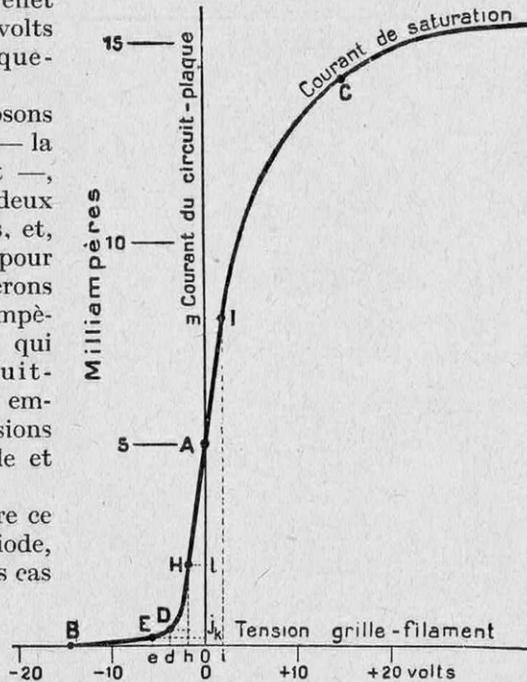
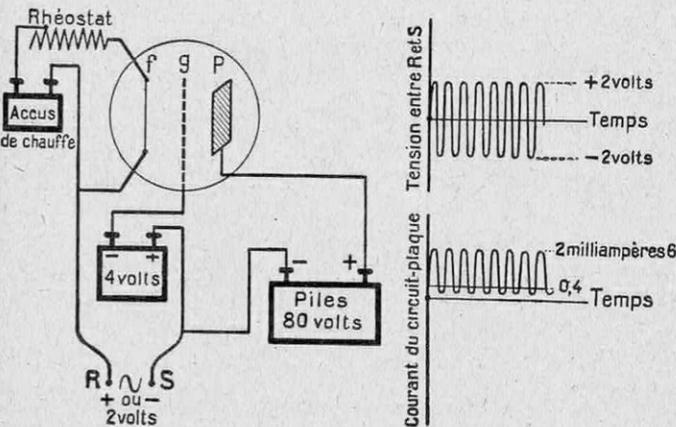
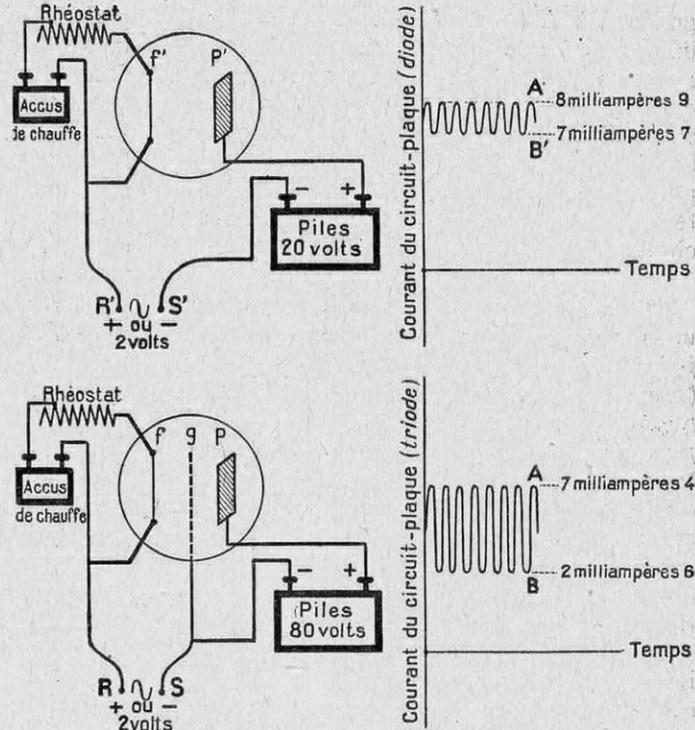
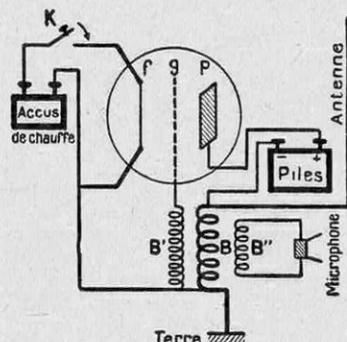

FIG. 15. — LA CARACTÉRISTIQUE (DE PLAQUE) DE LA TRIODE
FIG. 16. — LA LAMPE DÉTECTRICE
FIG. 17. — LA LAMPE AMPLIFICATRICE
FIG. 18
de tous points analogue à la figure 10, montre que la plaque *P* souffre d'un manque d'électrons ; quant à la grille *G*, elle est neutre (ni défaut ni excès d'électrons). Les électrons, émis par le filament incandescent *F*, vont se précipiter sur la plaque *P*, sans se préoccuper de la grille (puisque celle-ci n'agit pas sur eux) : tout se passe ici *comme si la grille n'existait pas*, et les phénomènes seront les mêmes que sur la figure 10. Si nous prenons deux axes rectangulaires (fig. 15), en portant horizontalement les tensions grille-filament et verticalement les courants dans le circuit-plaque (c'est-à-dire les électrons que compte le milliampèremètre, fig. 12, bas), la tension grille-filament est nulle et le courant du
circuit-plaque est, par exemple, 5 milliampères : le point représentatif est *A* (fig. 15).
d'électrons : les électrons émis par *F* vont chercher à « boucher les trous », non seulement de la plaque *P*, mais encore de la grille *G* ; celle-ci favorise donc l'effet de la plaque (1). La plaque sera atteinte par une foule d'électrons et le courant qui traverse le milliampèremètre (fig. 14, bas) sera donc intense, par exemple de 14 milliampères ; et nous obtenons (fig. 15) le point *C* (2).
(1) A la condition naturellement que les « trous » de *G* ne soient pas trop nombreux (que la tension grille-filament ne soit pas trop grande), ce que nous supposons explicitement ; sinon, la plupart des électrons sortis de *F* seraient happés au passage par *G*, qui, alors, contrecarrerait *F*.
(2) Il y a, à nouveau, un « courant de saturation » (fig. 15), qui est obtenu lorsque tous les électrons (que le filament est capable d'émettre) parviennent à la plaque.
dans les mille et un « montages » de T. S. F. Référons-nous à la caractéristique de plaque (fig. 15), où le point *D* est défini par une tension grille-filament $O d = - 4$ volts
et par un courant du circuit-plaque $O j = 0$ milliampère 4; cette tension sera réalisée par un bloc de piles de 4 volts, dont le pôle négatif est à la grille *g* (fig. 16, gauche). A cette tension de 4 volts, nous superposons une tension alternative de 2 volts (entre *R* et *S*), dont les variations, en fonction du temps, sont représentées en haut et à droite de la figure 16. Dans ces conditions, la tension entre *g* et *f* oscille entre $O e = - 6$ volts et $O h = - 2$ volts, ce qui correspond aux points *E* et *H* de la caractéristique (fig. 15). Etar+ donné la très forte courbure (en *D*) de cette caractéristique, le courant correspondant à *E* (- 6 volts) sera $O k = 0$ milliampère 2 et le courant corres-
pendant à H (-2 volts) sera $O l = 2$ milliampères 6 : le courant du circuit-plaque restera variable (fig. 16, en bas et à droite), mais il circulera toujours dans le même sens ; si on le « module », c'est-à-dire si on applique, entre R et S , une tension d'amplitude variable, il pourra agir sur un écouteur téléphonique, qu'on introduira dans le circuit-plaque.
D'une part, entre R' et S' (fig. 17, en haut et à gauche), c'est-à-dire entre la plaque et le filament d'une diode ;
D'autre part, entre R et S (fig. 17, en bas et à gauche), c'est-à-dire entre la grille et le filament d'une triode.
Dans le premier cas, nous nous reporterons à la figure 8, qui nous montre que la tension à choisir sera, par exemple, 20 volts, ce que nous obtenons avec le bloc de piles (fig. 17, en haut et à gauche). La tension totale entre la plaque et le filament oscillera ainsi entre 18 et 22 volts, ce qui, d'après la figure 8, fournit un courant variant entre 7 milliampères 7 et 8 milliampères 9, soit 1 milliampère 2 d'écart (fig. 17, en haut et à droite).
Dans le second cas, nous jetterons un coup d'œil sur la figure 15 : la tension alternative est appliquée directement entre la grille et le filament (sans piles). Lorsqu'elle est -2 volts (longueur $O h$), le courant du circuit-plaque est $O l$, soit 2 milliampères 6, quand elle est $+2$ volts (longueur $O i$), le courant du circuit-plaque est $O n$, soit 7 milliampères 4, ce qui représente un écart de 4 milliampères 8 (fig. 17, en bas et à droite).
Pour expliquer le fonctionnement d'une lampe génératrice, autant prendre comme exemple un poste d'émission radiophonique (fig. 18), réduit à ses organes essentiels. Comme pour l'amplification, nous opérons au voisinage du point A du graphique 15 : la tension grille-filament reste nulle en moyenne (il
Quand on ferme le commutateur K , le filament f est porté à l'incandescence : il émet alors des électrons qui atteignent la plaque p , ce qui a pour effet de faire osciller les électrons du « circuit oscillant » (terre - bobine B - antenne). D'elles-mêmes, ces oscillations s'annuleraient vite ; mais elles provoquent dans la bobine B' des oscillations, qui produisent une tension alternative entre la grille g et le filament f . En jetant un coup d'œil sur la figure 15, on voit que cette tension $O i O k O \dots$ provoque un courant $A m A l A \dots$, c'est-à-dire des oscillations entretenues. Le microphone et la bobine B'' ne sont là que pour moduler ces oscillations.
Mais les oscillations dans B engendrent des oscillations dans B' , de telle sorte que la tension grille-filament devient immédiatement alternative : elle est représentée par la suite des points $O i O k O \dots$, avec 200.000 allers et retours par seconde (fig. 15); il s'ensuit que le courant du circuit-plaque sera pareillement $A m A l A \dots$, avec 200.000 allers et retours par seconde : les oscillations électroniques dans la bobine B seront ainsi entretenues, et il suffira de les moduler, grâce au microphone et à l'action de B'' sur B (fig. 18), c'est-à-dire de faire varier l'amplitude de ces oscillations, pour que l'antenne émette un rayonnement hertzien, qui, reçu par une antenne réceptrice, donnera des oscillations électroniques dans le poste de l'amateur ; ces oscillations, amplifiées au besoin (fig. 17, bas), puis détectées (fig. 16), agiront sur un écouteur ou sur un haut-parleur, qui reproduiront les sons reçus par le microphone (fig. 18).